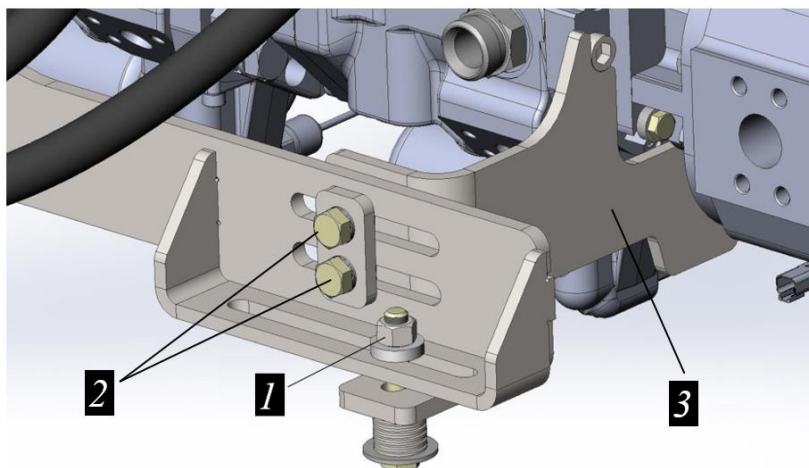
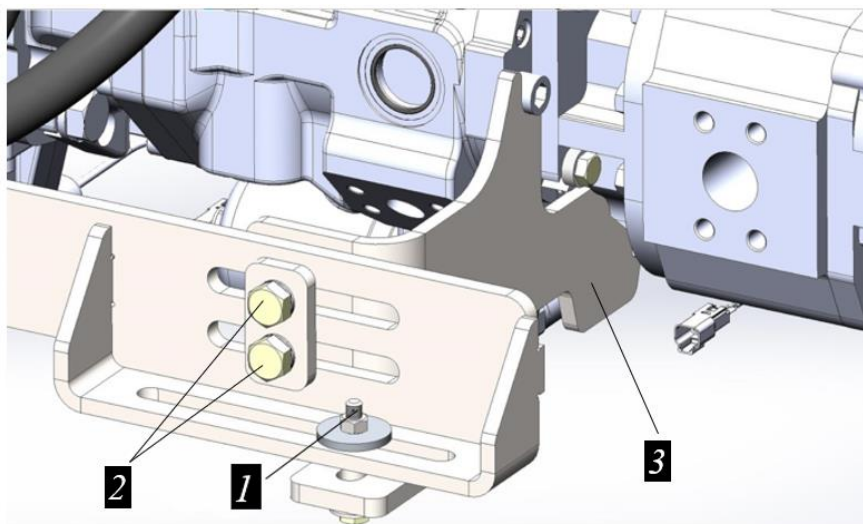
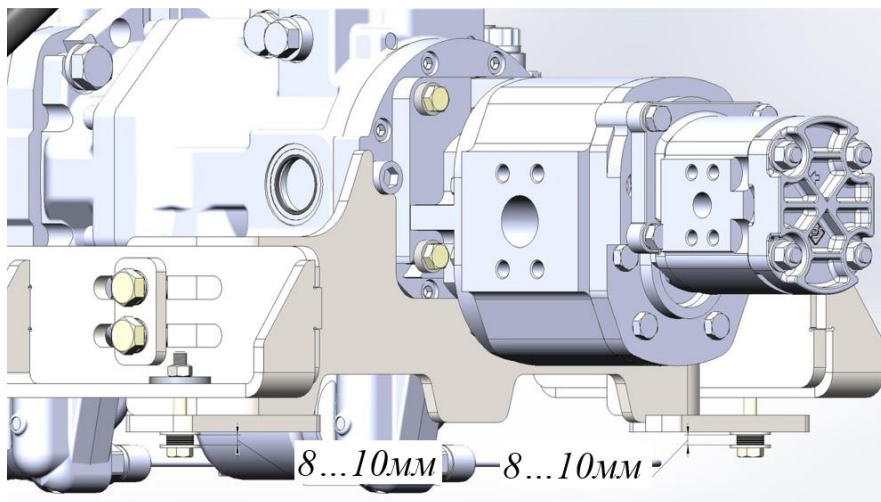

Рисунок 3.62. Кронштейн поддержки старого образца
Рисунок 3.66. Кронштейн поддержки нового образца
Рисунок 3.67. Кронштейн поддержки нового образца
- ▶ По крепежным элементам (рис. 3.62 и рис. 3.66) определить исполнение, в дальнейшем это потребуется для регулировки.
- ▶ Ослабить два болта крепления 2 поперечины 3 и гайку 1 М16, создающую преднатяг, с обеих сторон. Ослаблять до тех пор, пока поперечина 3 не окажется в свободном положении и не начнет свободно перемещаться “от руки” (рис. 3.62).
- ▶ Ослабить два болта 2 крепления поперечины 3 и гайку 1 М10, создающую преднатяг, с обеих сторон. Ослаблять до тех пор, пока поперечина 3 не окажется в свободном положении и не начнет свободно перемещаться “от руки” (рис. 3.66).
- Произвести повторную регулировку поддерживающего подвеса, для этого, с помощью рожкового (накидного) ключа произвести затяжку гаек поз.1, рис. Рисунок 3.66 контролируя высоту пакета пружин, он должен находиться в пределах 8...10 мм (рис. 3.67). Визуально убедиться, что зазор отсутствует (рис. 3.64), поперечина должна плотно прилегать к головкам винтов и не должна свободно перемещаться «от руки»), после чего зафиксировать поперечину болтами 2 (рис. Рисунок 3.66).